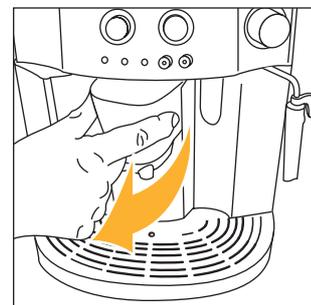
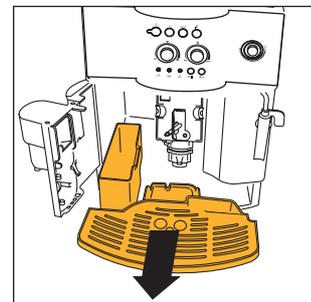

Fig. 15
Fig. 16
**NOTA 7:** la máquina cuenta la cantidad de cafés que se sirven. Cada 14 cafés individuales (o 7 dobles), el piloto  se enciende de manera fija (cap. 12 punto 3) advirtiendo que el cajón de los posos está lleno y que hay que vaciarlo y limpiarlo. Hasta que no se limpia el cajón de los posos, el piloto permanece encendido y la máquina no puede hacer el café. Para limpiar, abra la portezuela de servicio situada en la parte delantera tirando del grupo de erogación (fig. 15); se enciende el piloto  que parpadea (véase § 12 punto 9), entonces extraiga la bandeja recoge-gotas (fig. 16) vacíela y límpiela. Vacíe y limpie meticulosamente el cajón de los posos procurando eliminar todos los residuos que puedan estar depositados en el fondo. Seque también las gotas de condensado que se depositen en el interior de la máquina, bajo la bandeja recoge-gotas. **IMPORTANTE:** cuando se extrae la bandeja recoge-gotas es **OBLIGATORIO** vaciar siempre el cajón de los posos de café incluso aunque no esté muy lleno. Si esta operación no es efectuada, puede suceder que, cuando se preparan otros cafés, el cajón de los posos se llene más de lo previsto y que la máquina se obstruya con pastillas usadas.
- abra la portezuela de servicio (fig. 15);
- extraiga la bandeja recoge gotas y el recipiente de los posos (fig. 16) y lávelos;